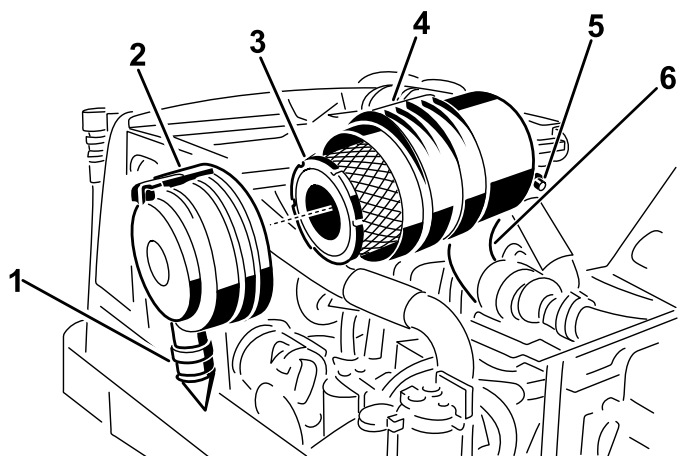

Figura 45
2. Retire el filtro primario (Figura 45).
3. Cambie el filtro primario (Figura 45).
las posiciones de las 5 y las 7, visto desde el extremo y cierre el enganche (Figura 45).